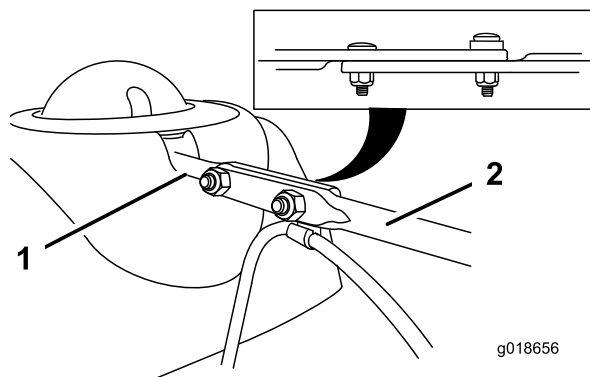

Рисунок 14
3. Расположите на одной линии сплюсненный задний конец длинного штока управления желобом со сплюсненным передним концом короткого штока, который выступает из пульта управления, таким образом, чтобы они образовали единое целое (Рисунок 14).